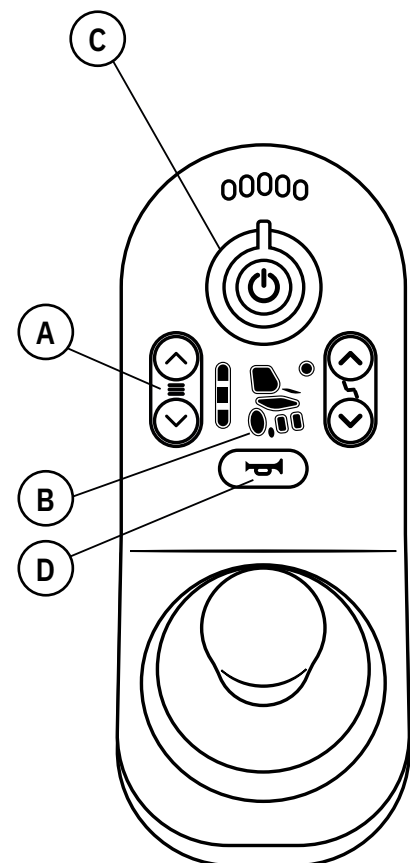

Figure 5.6. Réglage des fonctions de conduite sur LiNX REM211.
Le réglage des fonctions de conduite est illustré à la figure 5.6.
- Appuyer sur les boutons (A), voir figure 5.6, pour sélectionner un profil de conduite. Le profil de conduite sélectionné est indiqué par une, deux ou trois LED allumées sur l'écran.